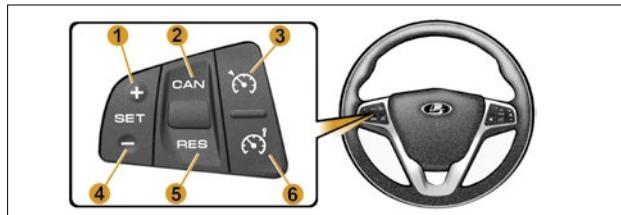

Рис. 1. Блок управления «круиз-контроль» и «ограничитель скорости»
- выключатель «» – включение/выключение круиз-контроля (рис. 1, поз. 3);
- выключатель «» – включение/выключение ограничителя скорости (рис. 1, поз. 6);
- выключатель «**SET+** / **SET-**» – установка и увеличение скорости **1** и **4** (рис. 1);